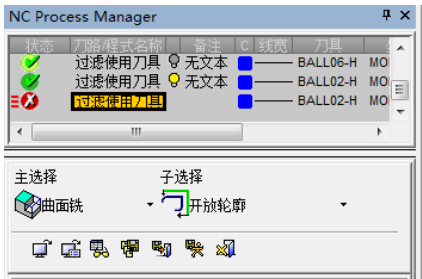

图 2-153 “NC Process Manager”对话框
8) 创建程序。单击“加工向导”工具栏上的“加工程序”按钮，弹出“NC Process Manager”对话框，“主选择”为“曲面铣”，“子选择”为“开放轮廓”，如图 2-153 所示。